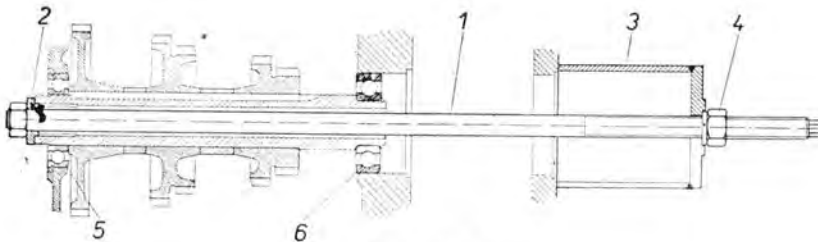

Abb. 128
3. Mit Hilfe eines Abziehers (Abb. 128) ist die Vorgelegewelle samt Lager 6210 (6208, 6310) abziehen. Vor dem Ansetzen der Abziehschraube (Abb. 128/1) ist unter den Schraubenkopf eine Stützunterlage (Abb. 128/2) aufzuschieben. Auf die andere Seite der Abziehschraube ist ein Distanzrohr aufzusetzen (Abb. 128/3) und die Mutter (Abb. 128/4) aufzuschrauben.
Durch Einschrauben der Mutter wird die Vorgelegewelle aus dem Lager 6209 N (6208 N, 6211 N — Abb. 128/5) herausgepresst und das Lager 6210 (6208 N, 6211 N — Abb. 128/6) ist aus der dritten Innenwand des Getriebegehäuses samt der Vorgelegewelle herauszupressen.